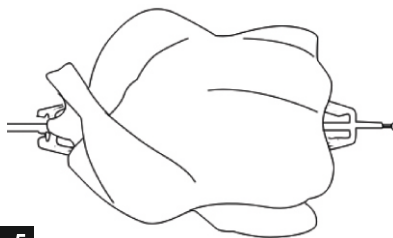

Рис. 5
3. Приготовьте курицу или утку со своими любимыми ингредиентами. Насадите на вертел ротационного гриля курицу или утку до вилки (рис. 5), в частности, если она недостаточно прочная, можно использовать обертку из алюминиевой фольги с проволочной связкой;